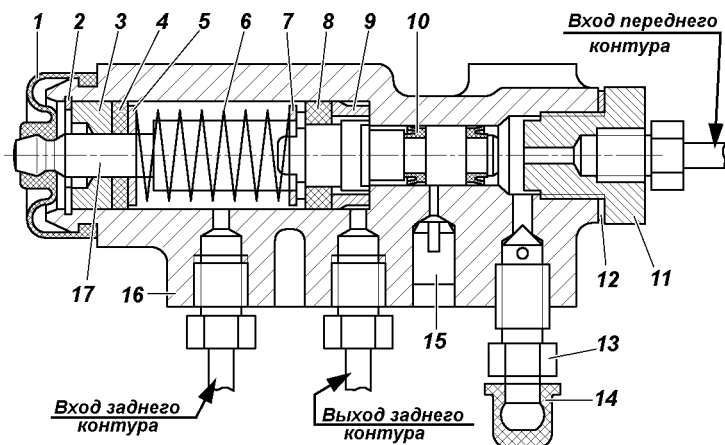

Рис. 9.34. Регулятор давления:
Регулятор давления. На автомобилях, не оснащенных антиблокировочной системой тормозов, устанавливается механический регулятор давления (рис. 9.34), который обеспечивает оптимальное распределение тормозных сил по осям автомобиля и не допускает блокировку задних колес раньше передних. При обслуживании проверяйте работоспособность регулятора давления. Очищайте регулятор от грязи и проверяйте надежность его крепления. Внешним осмотром убедитесь, что регулятор и детали его привода не имеют повреждений, отсутствуют подтекания тормозной жидкости и люфты в соединении стойки с упругим рычагом и кронштейном на заднем мосту.
3. Заверните болт 3 до соприкосновения его с хвостовиком поршня 17 (см. рис. 9.34) регулятора.